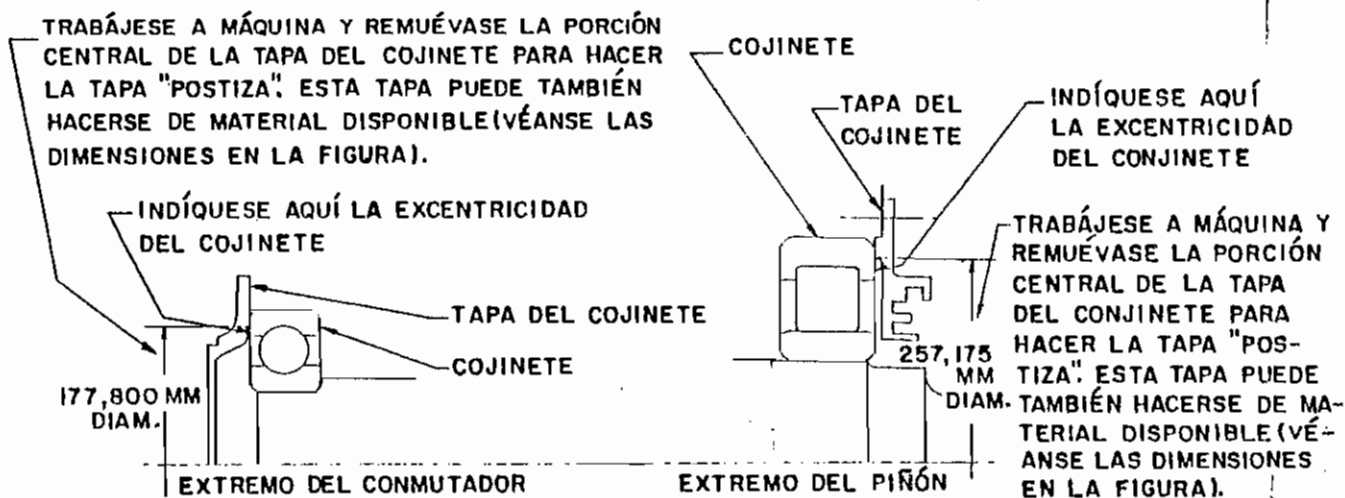

Fig. 49. Método de verificar la excentricidad del cojinete del extremo del piñón y del conmutador
9. Remuévase la tapa del cojinete correspondiente al extremo del piñón y médase la excentricidad del cojinete (véase la Fig. 49) y el espacio libre interior, conforme se indica a continuación (no se permita la penetración de suciedad en la grasa del cojinete):